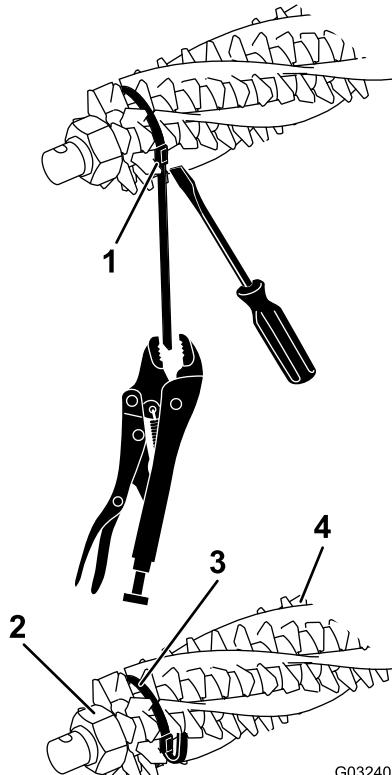
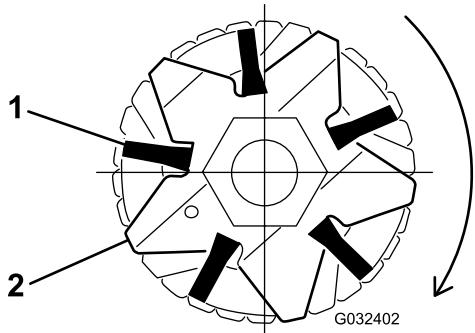

图19
图21
2. 拧松疏草刀轴两端的疏草刀刀片锁紧螺母图19。
4. 检查刷子是否固定到疏草刀刀片插槽中图19和图21。
5. 宽松地缠绕箍带如 图19 所示绕着疏草刀滚刀轴和刷子将箍带插入刷子的凹槽中 图21。
**注意** 如果清扫机刷子未适当放入刀片插槽请拧松疏草刀轴两端的疏草刀刀片锁紧螺母在刀片插槽中适当调整清扫机刷子的位置然后再拧紧疏草刀刀片锁紧螺母 图19。
7. 在沿着箍带扣推动螺丝刀时使用大力钳抓住每条箍带拉紧箍带直至其锁定到刷子凹槽中 图19。